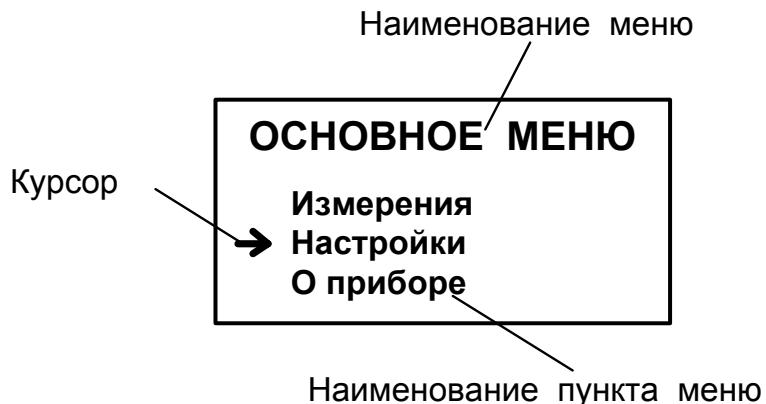

Рис.4. Вид окна индикации меню.
2.1.2. Окно индикации меню (рис.4) содержит: